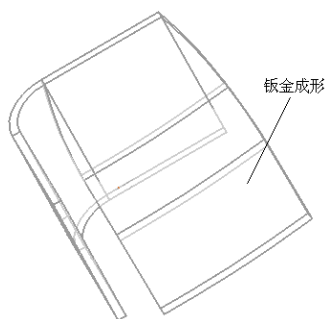

图 10-31 “曲线至曲线”钣金成形示意图
3) 曲线到曲线: 此约束要求在区域边界选择一条曲线, 同时在目标边界上选择一条相对应的曲线。和“点到点”约束一样, 如果所选择曲线同时存在在区域边界和目标边界上, 可以直接应用“曲线至曲线”约束, 也就是说只选择一个曲线, 其他默认即可。对于个别边界条件可以指定连续曲线的最大数目是 2 (区域边界一个, 目标边界一个), 示意图如图 10-31 所示。